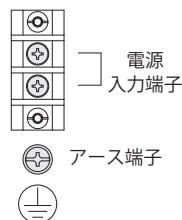

図9 端子台の構成
1. 端子ねじ M4・アースねじ M4 にて電源線・アース線を指定の端子へ適正締付トルクにて確実に接続してください。(図 9、10)